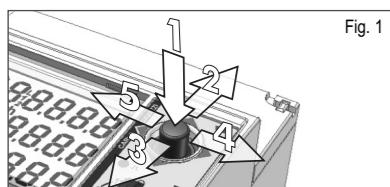
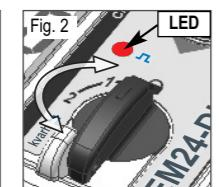

Fig. 1
Fig. 2
Refer to fig.1. In the measurement mode: 1) push for at least 3 seconds to enter programming; 2-3) to scroll the measurement pages according to tab. 3; 4-5) to display and scroll the information pages relevant to the programmed parameters and instrument firmware release (see TAB 5). In the programming mode: 1) to access to the menu or enter the modified value; 2-3) to scroll the menus or increase/decrease the values to be modified; 4-5) to scroll the menus or increase/decrease the values to be modified. The knob (see fig.2) prevents from accessing the programming mode when in position. It allows the direct access to a selected page (among the available ones, depending on the "APPLICAT" parameter, see tab.3) when in "1", "2" and positions. The frontal red LED (fig.2) flashes proportionally to the active imported energy consumption if the selector is in " - 1 - 2" position, and to the reactive inductive energy consumption in "kvarh" position. Any kind of negative (exported) energy and power will not be managed by the front LED.
To display and scroll the measurement pages the joystick is to be moved to direction 2 or 3 (see fig.1). According to the selected "APPLICAT" parameter (see tab.2), different measurement pages are available (see tab.3). To display and scroll the information pages the joystick is to be moved to direction 4 or 5 (see fig.1).
To enter the complete programming mode the joystick is to be pressed in direction 1 for at least 3 sec. (see fig.1): the knob (see fig.2) is NOT to be in , otherwise the programming mode is not allowed. Entering the programming mode, all the measurements and control functions are inhibited. When the selector is in position, moving it towards direction 1 for at least 3 sec., the serielle communication is not interrupted.
In modalità di misura: 1) Premere per almeno 3sec. per accedere alla programmazione; 2-3) scorre le pagine di misura (Tab 3); 4-5) visualizza e scorre le pagine di informazione relative ai parametri di programmazione e revisione firmware (vedi TAB 5). In modalità di programmazione: 1) conferma valore ed entra nei sotto menu; 2-3) scorre i menù ed incrementa/decrementa i valori alfanumerici; 4-5) scorre i menù e incrementa/decrementa i valori alfanumerici. Il selettori visible in figura 2, oltre a bloccare l'ingresso in programmazione se posizionata in , permette un accesso diretto alle pagine di misura pre-selezionate (Tab 3) nelle posizioni 1, 2 e . Le pagine di misura cambiano a seconda della modalità "APPLICAT" selezionata. Il LED rosso frontale (fig.2) lampeggiando proporzionalmente al consumo di energia attiva totale importata se il selettori è in posizione " - 1 - 2 " e al consumo di energia reattiva induktiva se in posizione "kvarh". Ogni tipo di energia negativa (esportata) non è gestita dal LED.
Per visualizzare e scorre le pagine di misura agire sul joystick nelle direzioni 2-3 (fig 1). A seconda della modalità "APPLICAT" preselezionata (TAB 2) verranno visualizzate le pagine di misura della tabella "TAB 3". Per visualizzare le pagine informative dello strumento agire sul joystick nelle direzioni 4-5 (fig. 1).
Per accedere alla programmazione completa dello strumento premere il joystick nella direzione 1 per almeno 3sec. (fig 1), il selettori di figura 2 NON si deve trovare nella posizione di blocco programmazione indicata con il simbolo . Quando si accede alla programmazione, si inibiscono tutte le funzioni di misura e controllo. Con il selettori in posizione tenendo premuto il joystick nella direzione 1 per almeno 3 sec., la comunicazione seriale non viene interrotta.
Referente a la fig. 1. En el modo de medición: 1) presionar durante 3 segundos mím. para entrar al modo de programación; 2-3) Para avanzar por las páginas de medición, según tab. 3. 4-5) Para visualizar y avanzar por las páginas de información relevantes a los parámetros programados y la versión firmware del instrumento (ver TAB 5). En el modo de programación: 1) para acceder al menú o introducir el valor modificado. 2-3) Para avanzar por los menús o aumentar/dismuir los valores a modificar. 4-5) Para avanzar por los menús o aumentar/dismuir los valores a modificar. El interruptor (ver fig. 2) evita acceder al modo de programación cuando esté en la posición . Permite el acceso directo a la página seleccionada (entre las disponibles, dependiendo del parámetro "APPLICAT", ver tab. 3) si está en las posiciones "1", "2" y . El LED rojo frontal (fig. 2) parpadea proporcionalmente al consumo de energía activa importada total si el selector está en posición " - 1 - 2 ", y al consumo de energía reactiva si está en posición "kvarh". No se indicará desde el
**05** **SELECTOR:** it allows selecting the measuring page (tab. 3) to be displayed according to the knob position (see fig.2); SELEC. 1 (2,3, LoC): it selects the knob position (1, 2, ▲ or ▼); PA.1 (31): it selects the page number to be displayed (from No. 1 to 31 see TAB 3).
**16** **End:** it allows exiting the programming mode by pressing the joystick in direction 1 (see fig. 1). Joystick directions 4 and 5 allow browsing the main menu again.
**05** **SELECTOR:** seleziona la pagina di misura (TAB 3) da associare alla posizione del selettore frontale (fig. 2); SELEC. 1 (2, 3, LoC): seleziona la posizione del selettore (1, 2, ▲ o ▼); PA.1 (31): seleziona la pagina da visualizzare (da No. 1 a 31 vedere TAB 3).